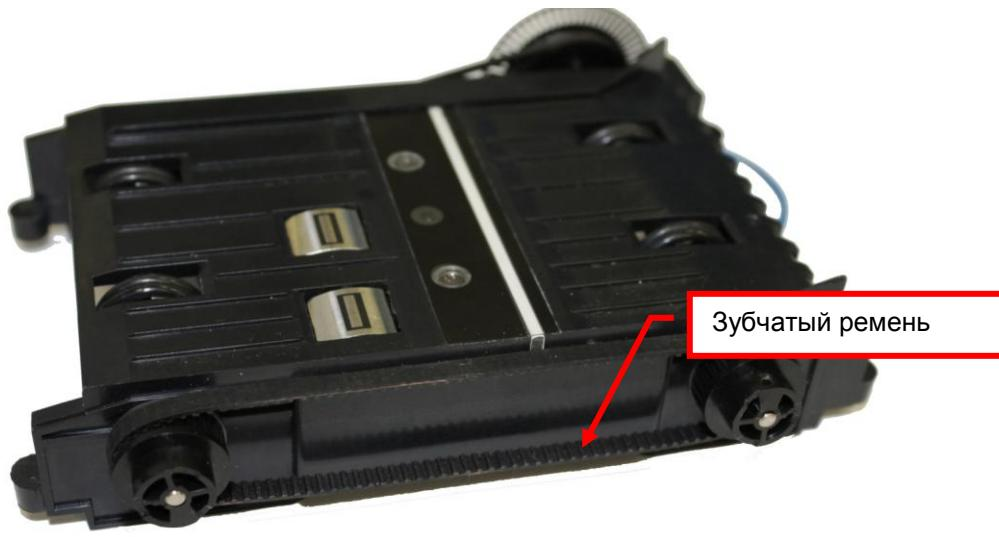

Рис. 8.27
8.12.2 Снимите зубчатый ремень с зубчатых колес (см. рис.8.27).